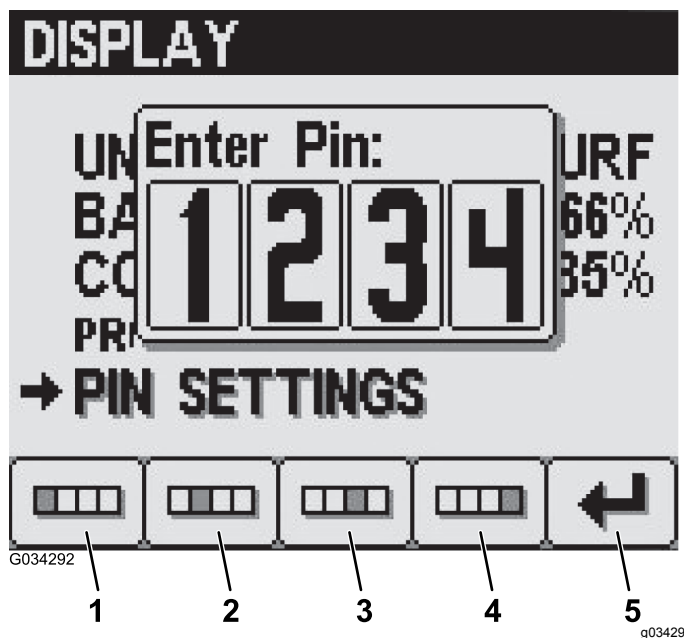

Figure 25
2. Saisissez votre code PIN en utilisant les boutons 1 à 4 puis en appuyant sur le bouton 5 pour confirmer (Figure 25).
4. Saisissez l'ancien code PIN en utilisant les boutons 1 à 4 puis en appuyant sur le bouton 5 pour confirmer (Figure 25).